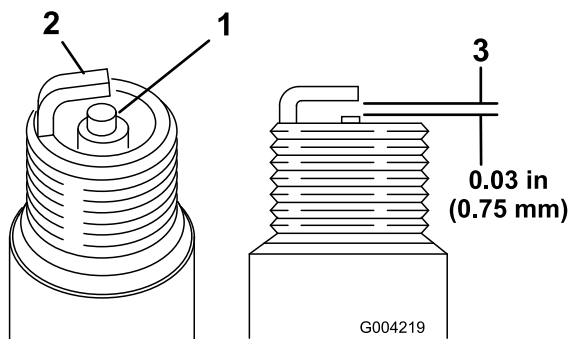

Figure 47
1. Examinez le centre des bougies (Figure 47). Si le bec isolant est recouvert d'un léger dépôt gris ou brun, le moteur fonctionne correctement. S'il est recouvert d'un dépôt noir, cela est généralement signe que le filtre à air est encrassé.
2. Contrôlez l'écartement entre l'électrode centrale et l'électrode latérale (Figure 47).
3. Courbez l'électrode latérale (Figure 47) si l'écartement est incorrect.